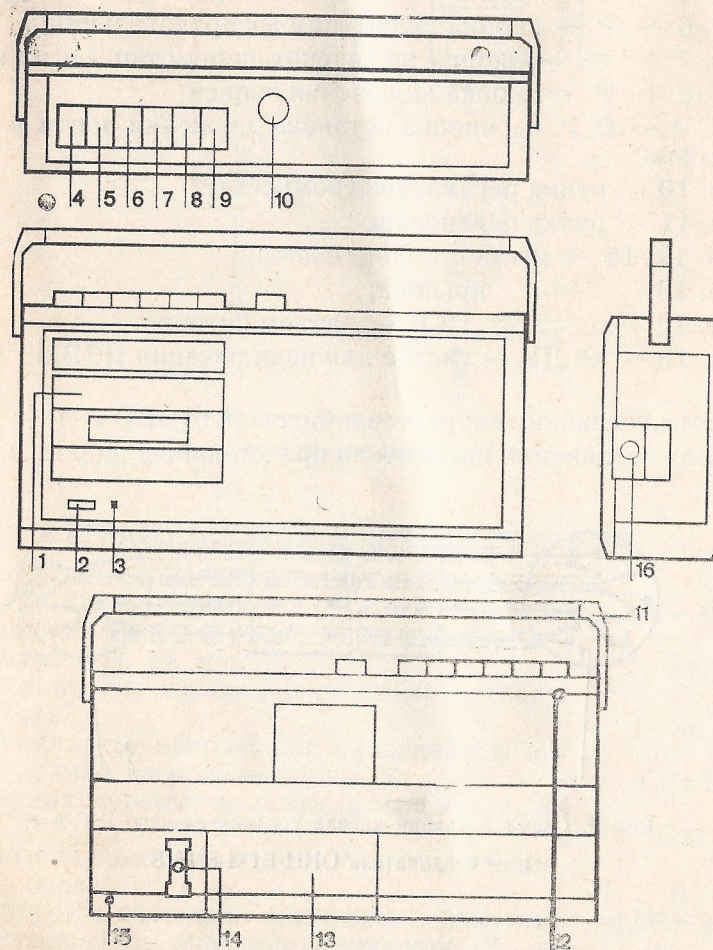

Рис. 1. Вид сверху, спереди, сзади и сбоку накопителя.
3.2. Расположение и функциональное назначение элементов управления накопителя показано на рис. 1: